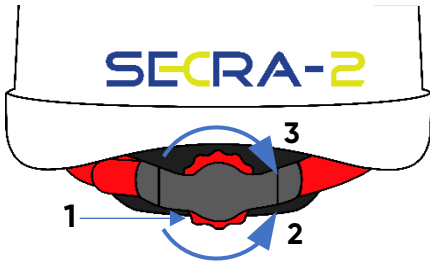

Fig. 1
La circonférence de la tête peut être réglée par pas de 3 mm entre 53 et 63 cm. Après avoir placé le casque sur la tête, vous devez l'ajuster à la circonférence de votre tête en tournant la molette de réglage au dos du casque (Fig. 1). Tournez à gauche (2) pour desserrer et à droite (3) pour serrer la sangle de réglage.